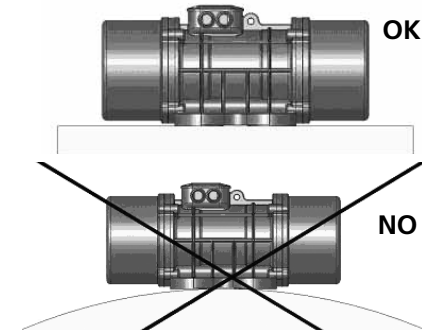

Figure 8
6. La surface de fixation doit être plate de manière à ce que les pieds du vibrateur appuient uniformément et soient parfaitement en contact avec la surface de fixation, pour éviter des tensions internes pouvant provoquer la rupture des pieds du vibrateur (Figure 8).